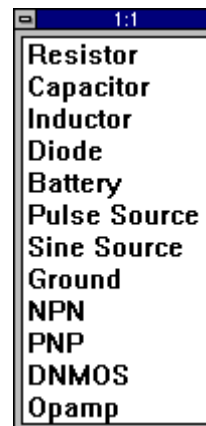

Рис. 3.1. Палитра пассивных компонентов
- 2) для вставки необходимого компонента схемы необходимо его выбрать в меню **Component–...** (например, для вставки резистора необходимо щелкнуть сначала на пункте меню **Component** далее на **Passive Components** затем на **▶** и наконец на **Resistor**). Вставить пассивный компонент можно, используя "палитру компонентов" (Ctrl+1) (см. рис. 3.1);